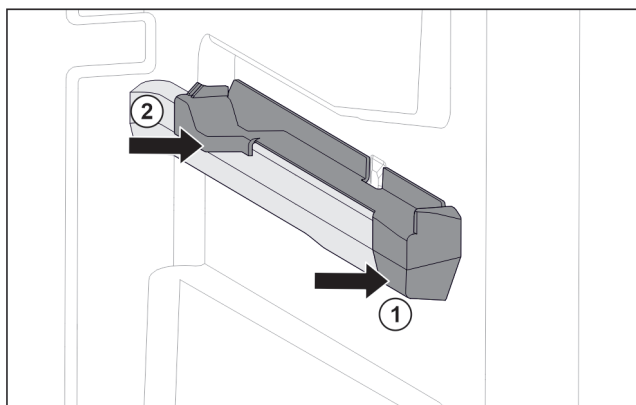

Fig. 119 Nasazovací díl na pravém žebrování na nádoby
- ▶ Nasadte nasazovací díl na žebrování na nádoby. Fig. 119 (1)
- ▶ Přitlačte nasazovací díl k zadní části. Fig. 119 (2)